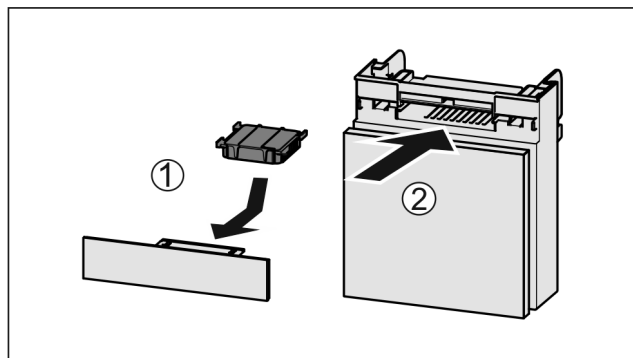

Fig. 138
- ▶ Wkładać Fig. 138 (1) filtr z węglem aktywowanym zgodnie z ilustracją.
- ▶ Wsunąć komorę Fig. 138 (2).